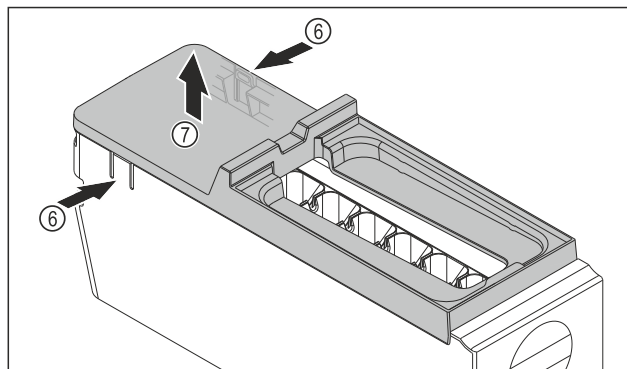

Fig. 122
- Снимите крышку корпуса EasyTwist-Ice: Надавите рукой на накладки Fig. 122 (6) с обеих сторон корпуса EasyTwist-Ice.
- Другой рукой снимите крышку Fig. 122 (7) по направлению вверх.